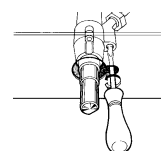

fig.10
- togliere la manopola ed agire sulla vite di regolazione posta sulla destra del rubinetto (fig.10) fino ad ottenere una piccola fiamma regolare, utilizzando un cacciavite (svitando la vite il minimo aumenta, avvitandola diminuisce).